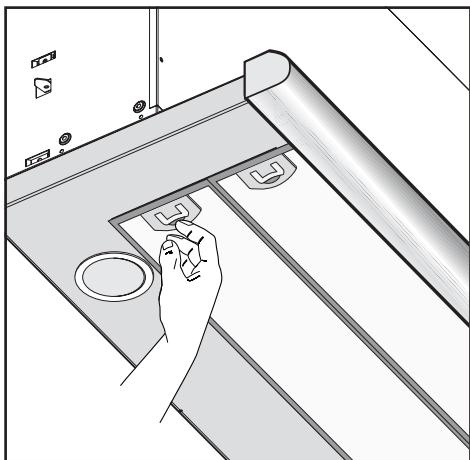

Fig.2
-Per una più facile manovrabilità dell'apparecchio disinserire i filtro/i antigrasso (Fig.2).